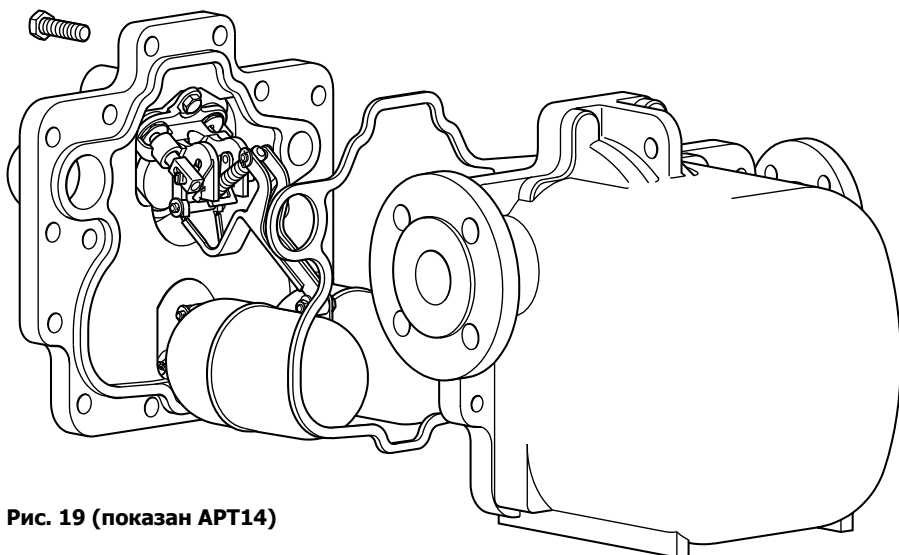

Рис. 19 (показан АРТ14)
10. Более удобно устанавливать валы в следующем порядке (см. рис. 19):